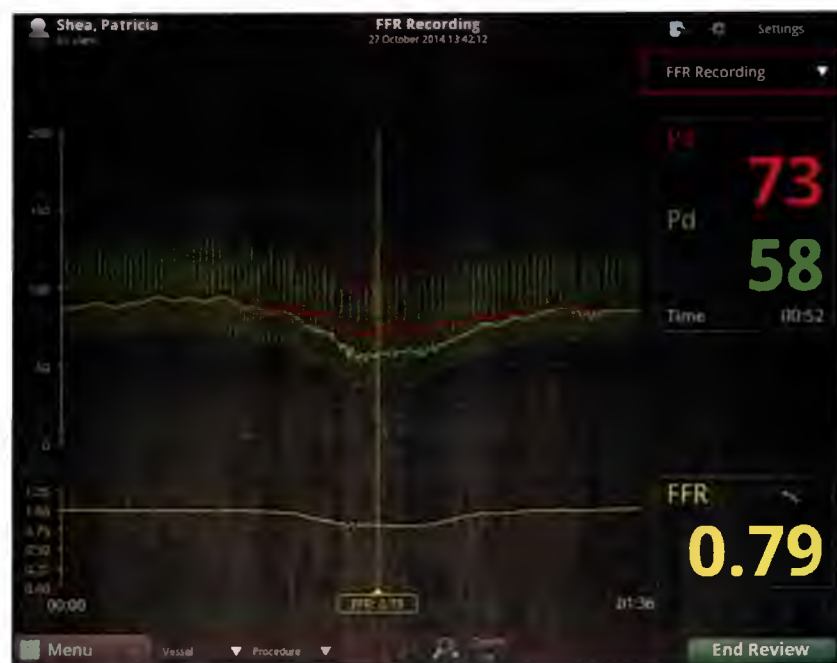
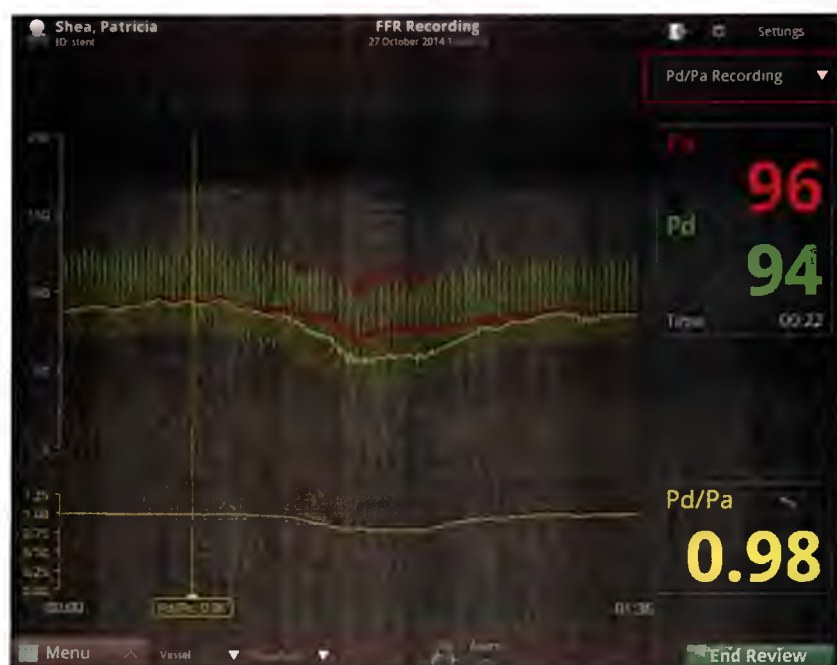

Рисунок 4-8: Экран обзора ФРК (при выборе Записи ФРК)
Рисунок 4-9: Экран обзора ФРК (при выборе Записи Pd/Pa)
- F** Выберите Запись ФРК и Pd/Pa, FFR Recording (Запись ФРК), или Pd/Pa Recording (Запись Pd/Pa). См. Рисунок 4-8 и Рисунок 4-9 на стр. 4-12.